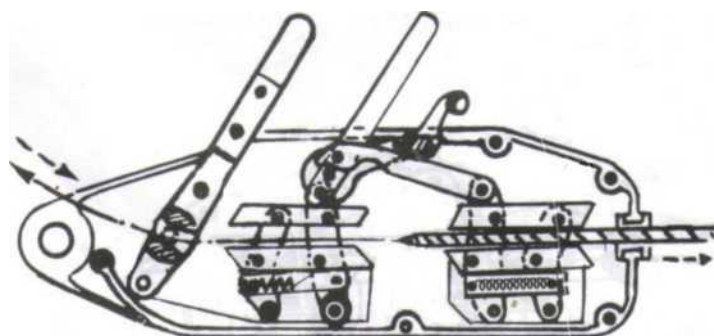

Рис.1 Конец троса входящий и выходящий.
1. Вставка троса. (Рис.1) Опустите конец троса и нажимайте на рычаг вперед-назад. Когда Вы услышите щелчок, это значит, что захваты свободны. Теперь вы можете протянуть трос через нижнее отверстие лебедки.
(3) Остановить. Всякий раз, когда вы поднимаете или опускаете груз, можно в любой момент зафиксировать его в нужном положении, для этого нужно нажать рычаг остановки.
(4) Вытащить трос из лебедки. (Рис.1) В конце работы зубцы захватов раскроются сразу же, как только вы нажмете освобождающий рычаг, а затем трос выйдет из нижнего отверстия лебедки.